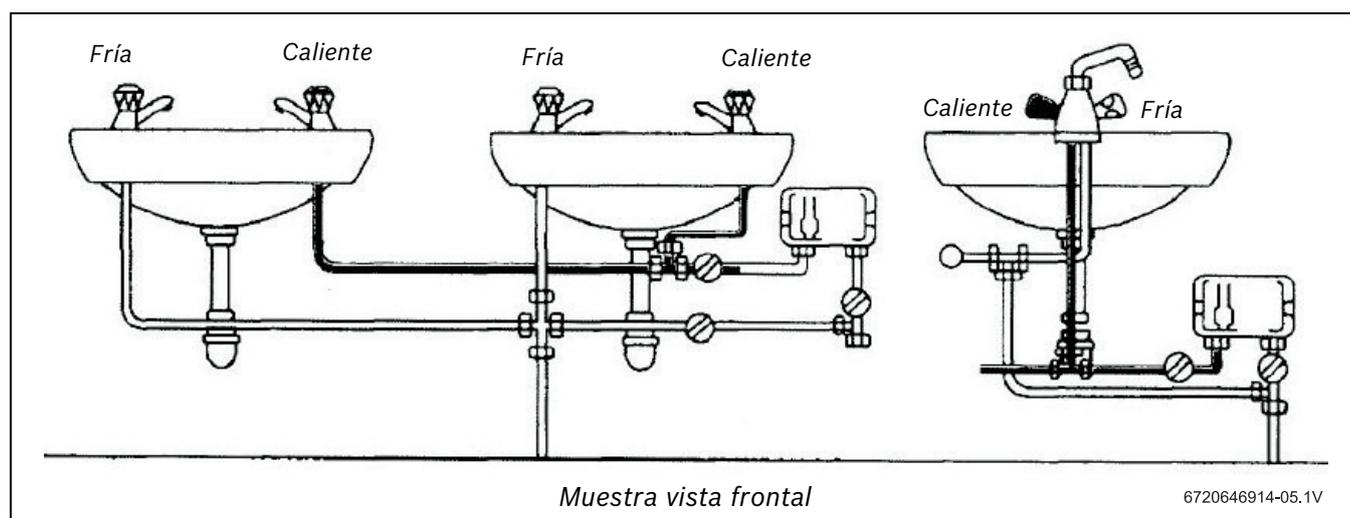

Fig. 4 Ejemplos de instalaciones
- ▶ Coloque la unidad como se muestra (Fig. 4). Recuerde que debe mantener la longitud de tubería de agua caliente a un mínimo con el fin de ahorrar energía.
- ▶ La unidad debe montarse como se muestra en la Fig. 4 con conexiones de plomería en la parte inferior. En ningún caso la unidad debe ser montada de manera diferente.